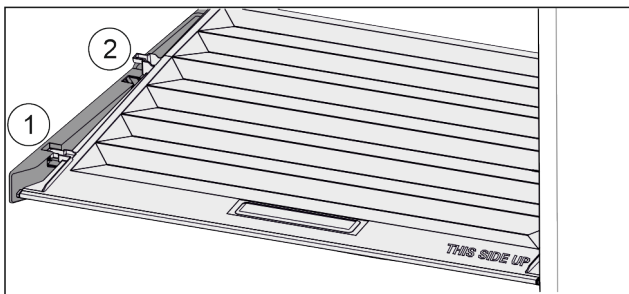

Fig. 84
- ▶ Tirer le couvercle vers l'avant jusque dans l'orifice des pièces de retenue Fig. 84 (1).
- ▶ Le soulever par le bas à l'arrière et le sortir par le haut Fig. 84 (2).